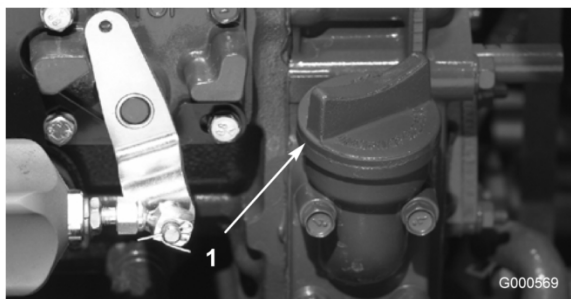

Figura 12
4. Si el nivel de aceite está por debajo de la marca FULL, retire el tapón de llenado (Figura 12) y añada aceite hasta que el nivel llegue a la marca FULL. **No llene demasiado.**